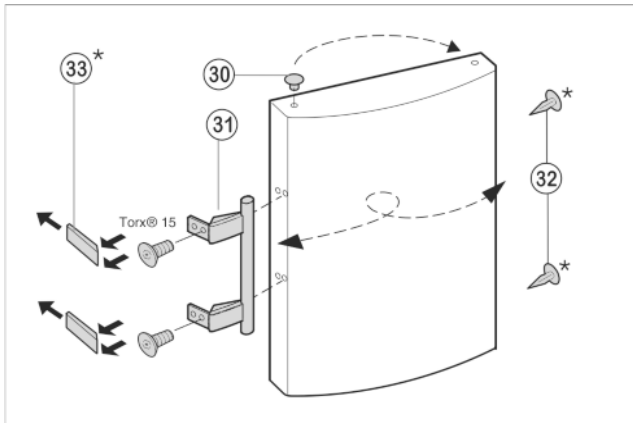

Fig. 10
- ▶ Stopfen *Fig. 10 (30)* aus der Türlagerbuchse herausheben und umsetzen.
- ▶ Türgriff *Fig. 10 (31)*, Stopfen *Fig. 10 (30)* und Druckplatten *Fig. 10 (33)* abmontieren und auf die Gegenseite umsetzen.